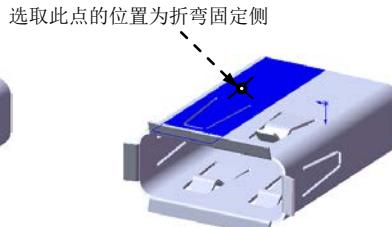

图 10.64 固定侧的位置
(3) 定义绘制的折弯参数。在图 10.64 所示的位置处单击，确定折弯固定侧；在 折弯位置: 选项中选取“折弯在外”按钮 U ，并在 角度: 文本框中输入角度值 90；取消 使用默认半径(U) 复选框，在 半径: 文本框中输入折弯半径值 0.5。
(4) 单击 \checkmark 按钮，完成绘制的折弯 10 的创建。